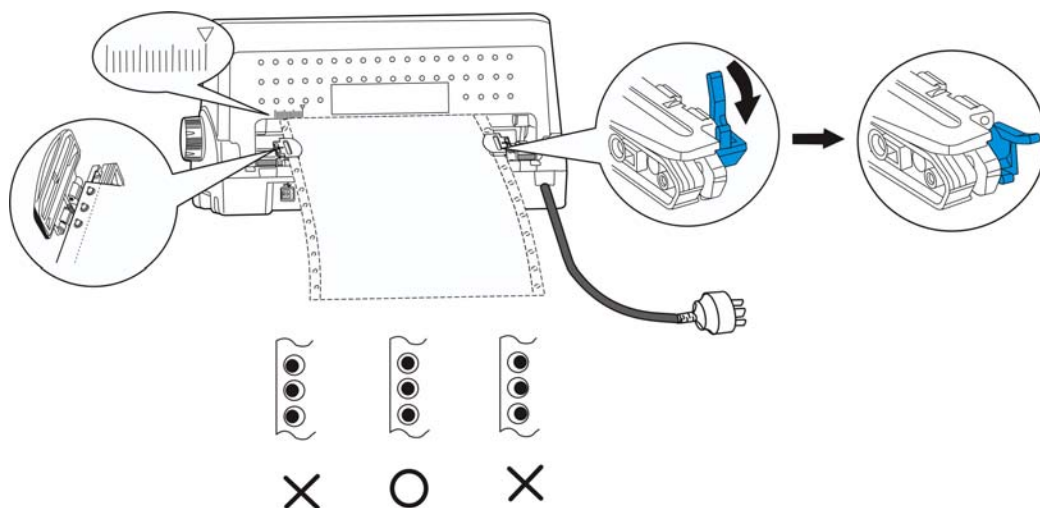

图 3-9 调整连续纸位置
5. 合上左、右拖纸器的压盖，然后移动右拖纸器把纸拉平，再按下链轮锁定杆将其锁定（如图 3-9 所示）。